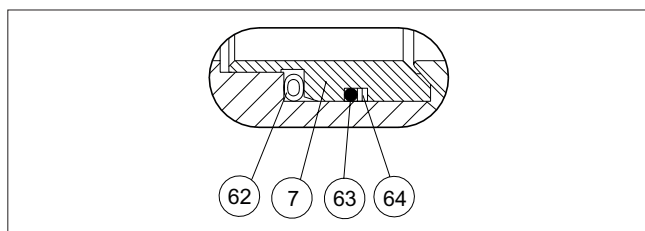

Fig. 13 Siège S
- Monter le joint torique (63) dans son logement sur le siège (7) comme indiqué sur les figures 13 et 14.
- Poser les anneaux de retenue (64), constitués de rubans de PTFE, le long du joint torique. Pour assurer la flexibilité du joint, les extrémités des rubans doivent être biseautés.
- Placer le ressort (62) dans son logement sur le siège (7) et en raccorder les extrémités.